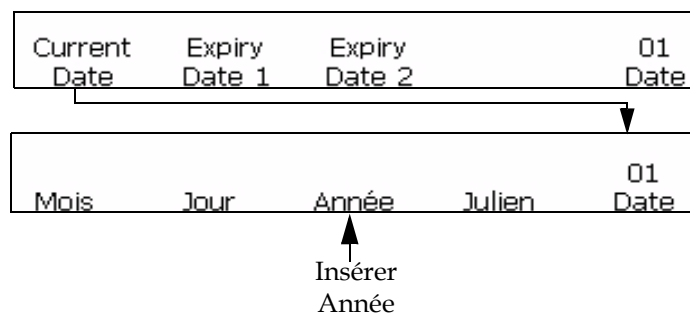

Figure 5-41: Fenêtre <01 En cours>
- 1 Commencer dans la Fenêtre <01 En cours> (01 Editor > 02 Editor - Insertions > 01 Insertion - Date > 01 Date - Dates en cours > 01 En cours). Voir Figure 5-41 à la page 5-47.